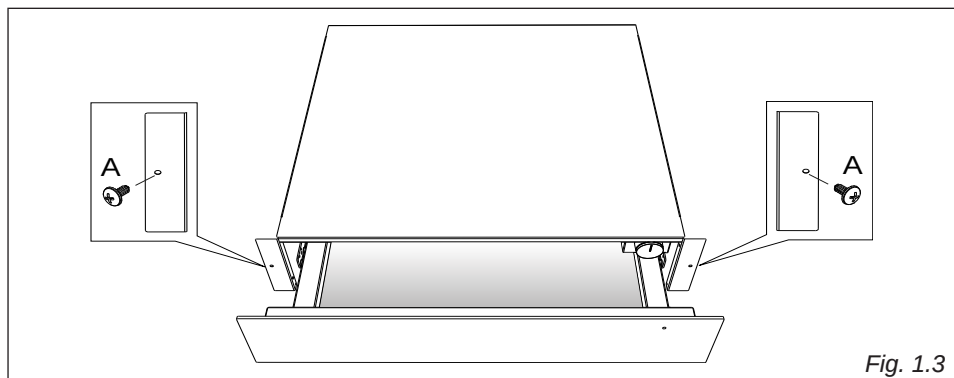

Fig. 1.3
- Ouvrir le tiroir et le fixer sur les côtés de l'appareil en vissant les deux vis (non fournies) "A" (fig. 1.3).